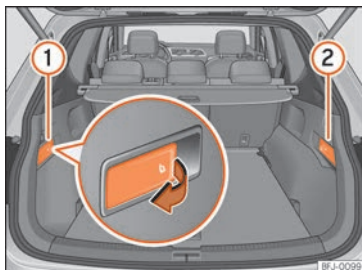

Abb. 156 Im Kofferraum: Hebel zum Entriegeln des linken Teils ① und des rechten Teils ② der Rücksitzlehne.
- Entriegelungshebel »» **Abb. 156** von dem Lehnenteil ziehen, der vorgeklappt werden soll.